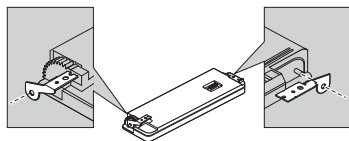

Fig. 10
1. Assicurare i supporti di fissaggio ad entrambi i lati del pannello anteriore. (Fig. 10)